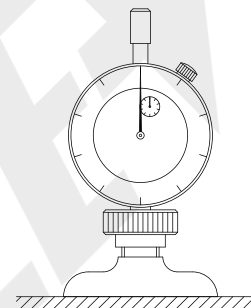

Fig.2
---Limpe a superfície medida e a placa de superfície com um pano macio. Coloque o plano base na placa de superfície (Fig. 2), faça com que o ponteiro longo aponte para o zero ajustando a posição vertical do indicador ou gire o aro, meça várias vezes para se certificar de que está corretamente definido como zero.